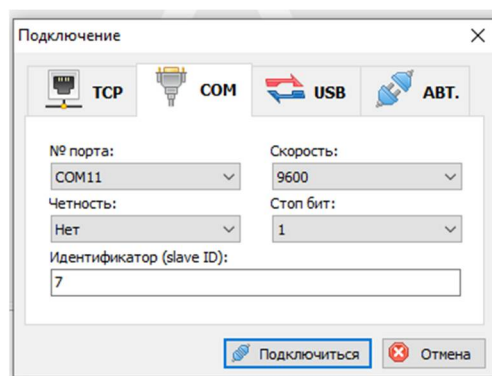

Рисунок 6 – Окно «Подключение».
Установка связи происходит при нажатии кнопки «Подключиться» . В появившемся окне (рисунок 6) необходимо выбрать тип подключения (COM), номер порта, четность (нет), адрес устройства, скорость подключения, стоп бит (1) и нажать кнопку «Подключить». Если связь установлена, появится вкладка, отображающая данные, поступающие с каналов аналогового ввода. На вкладке «Конфигурация» можно посмотреть текущие настройки модуля.